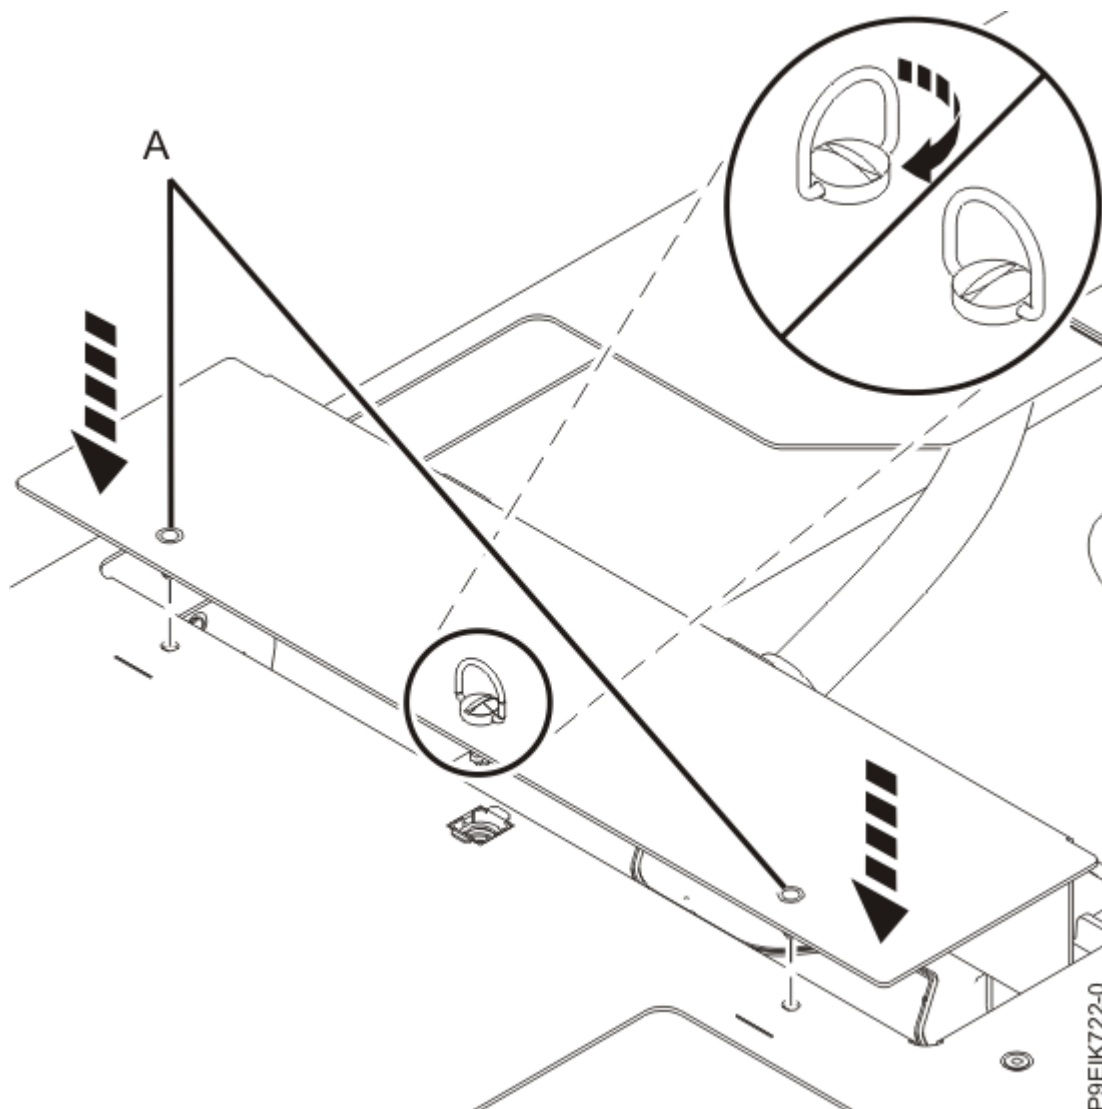

Figure 43. Remise en place de la pince de processeur graphique sur le support
12. Attachez chaque pince de plaque froide de processeur graphique au support d'installation des plaques froides, comme illustré dans la Figure 43, à la page 45. Utilisez les broches d'alignement **(A)** et serrez la vis **(B)** afin de fixer la pince au support.